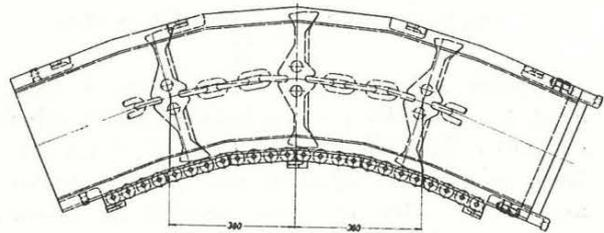

Fig. 14. — Couloir de convoyeur EKF, incurvé à 45°.
- avec 2 couloirs incurvés, de 45° d'angle chacun (fig. 14) : 1,7 m